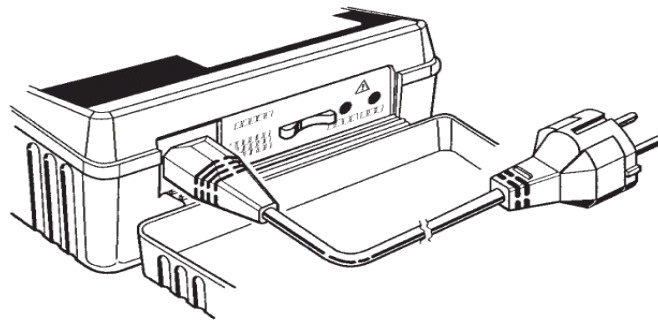
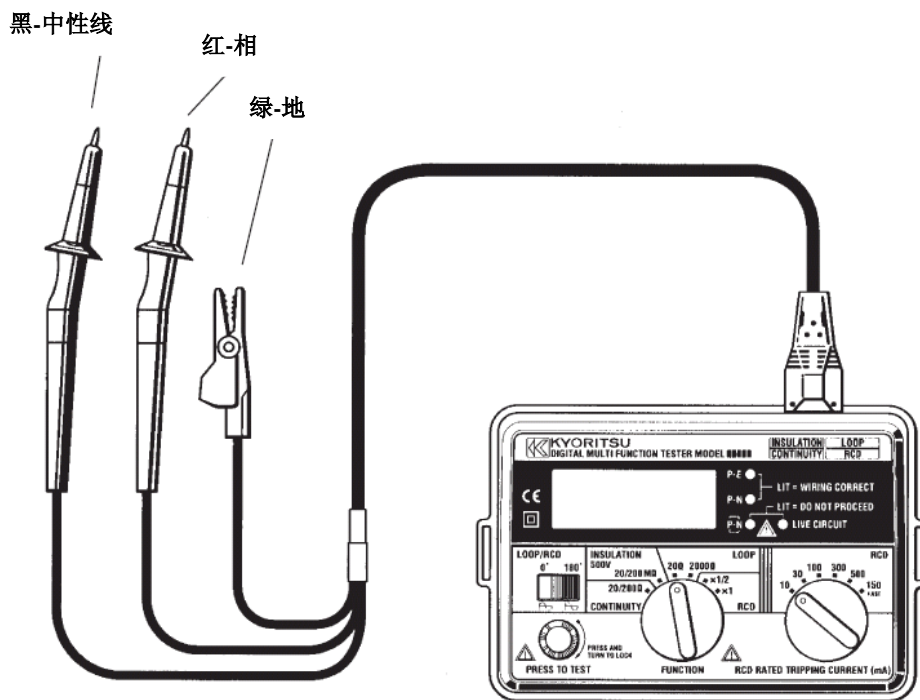

Fig 9
Fig 10
3. 若在插座上测试，将 M-6010A 接上插头线后将插头插入被测插座中。（参见图 9）
7. 若测试照明或其它回路，将 M-6010A 连接 OMA DIEC 测试线（三线），红色（相）线连接被测回路的相，黑色线连接被测回路的中性线，接地线连接被测回路的地。（参见图 10）
5. 仪器与被测 RCD 连接，可使用合适的插座（图 9）或 OMA DIEC 测试线（图 10）。